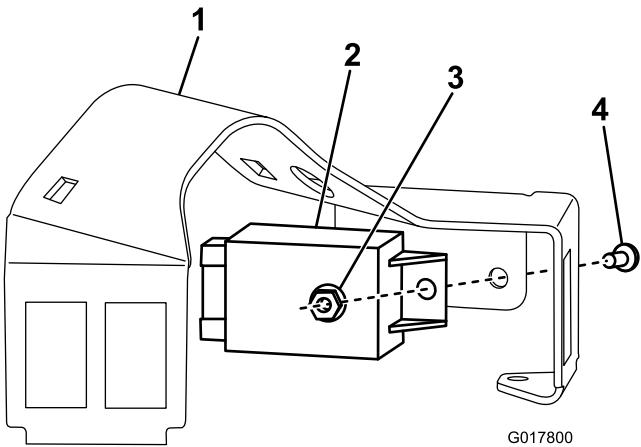

Figure 8
- Fixez le module des clignotants au support de colonne avec une vis (n° 10-24 x 1/2") et contre-écrou (Figure 8).